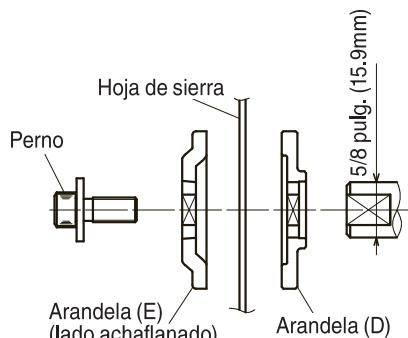

Fig. 26-c
- (6) Presione el bloqueador del huso y apriete el perno girándolo hacia la izquierda con la llave de accesoario estándar (llave de barra hex. 6mm), como se indica en la Fig. 26-b.